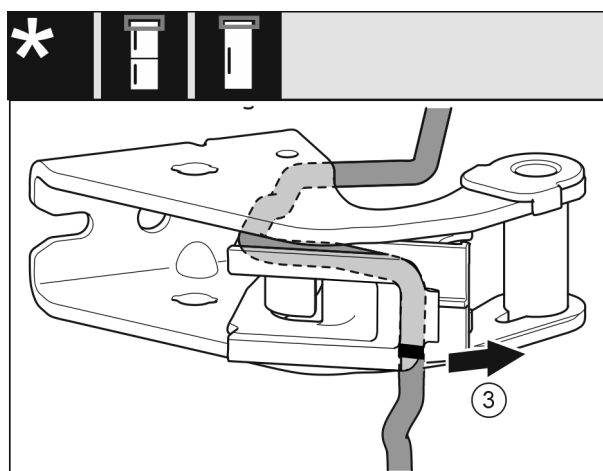

Fig. 28
- ▶ Szerelje le a kábelt a tartójával együtt Fig. 28 (3) a csapágybakról.